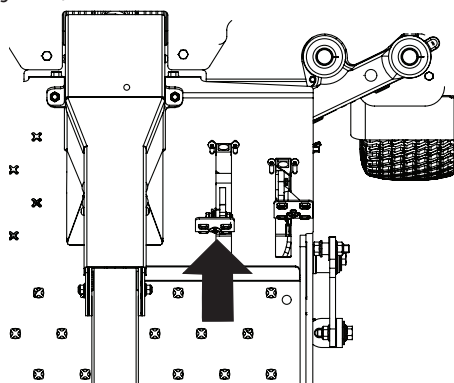

Figure 25
1. Appuyez lentement sur la pédale de marche avant. La tondeuse commencera à avancer (Figure 25).